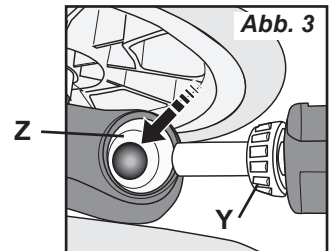

Abb. 3
3. Setzen Sie die M6-Mutter (I) in die 6-seitige Aussparung an der Unterseite von ein Hinterachsrohr und mit Kreuzschlitzschraubendreher sichern Drehen Sie die Schraube (H) in die Mutter, bis sie fest sitzt (Abb. 3).
5. Während die vordere Radlager auf Post halten, Position Vorderradanordnung (D) kennen Lagerring (Z) Vorderrad Post (X) zugewandt und das Lager (Y) innerhalb vorne Radmontage auf der gegenüberliegenden Seite ist, schieben Vorderrad Montage auf den Pfosten und Lager (Abb. 3).
- Entrasten schnappt (X) auf Stoffkorb (Y), wickeln Stoff Korb über die Oberseite des Korbrohr (Z) und wieder anbringen schnappt auf Stoff Korb (Abb. 3).